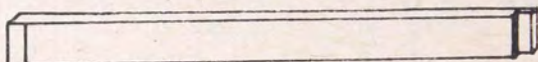

Fig. No. 4 (4)
**Carteras:** 1.85 metros largo, 20 cms ancho, 3 cms grosor. Para sostenimiento de las tablas atravesadas llevan una regleta del mismo largo y grosor: 4 cms ancho (figura No. 4).